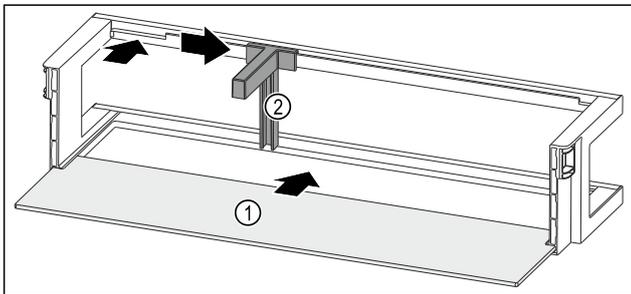

Fig. 53 Türabsteller mit Abstellfläche
- ▶ Abstellfläche Fig. 53 (1) in die seitlichen Einsparungen einschieben.
- ▶ Flaschenhalter Fig. 53 (2) in die Aussparung einsetzen.
- ▶ Flaschenhalter Fig. 53 (2) in gewünschte Position zur Seite schieben.